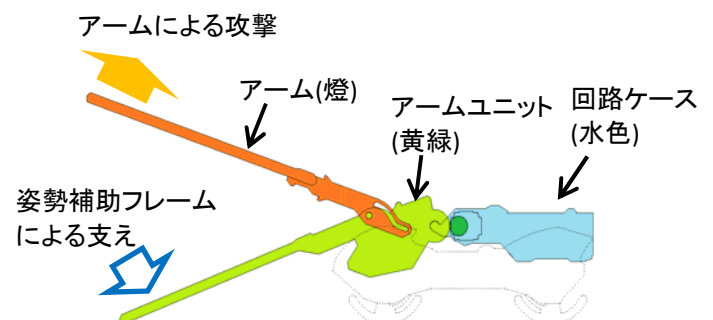

図4-2 攻撃時のアームユニット動作
- ・腕機構による攻撃時は姿勢補助フレームで自らの姿勢を支える(図4-2)ため、姿勢補助機構のトルクは腕機構のトルクに関与しない